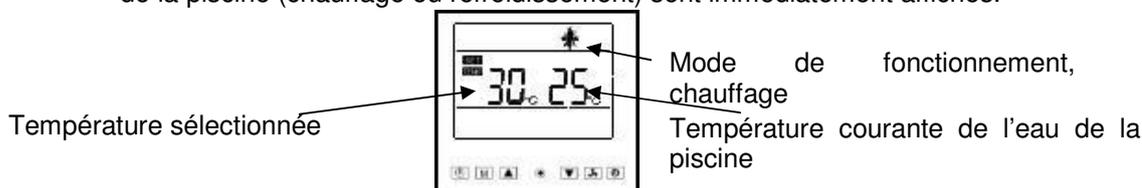
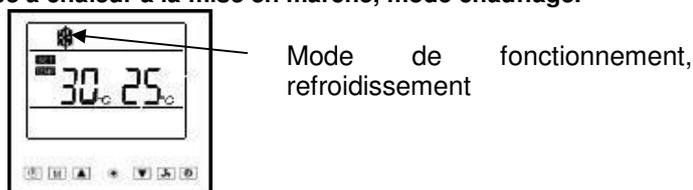

Figure 13: Afficheur de la pompe à chaleur à la mise en marche, mode chauffage.
Figure 14: Afficheur de la pompe à chaleur à la mise en marche, mode refroidissement.
Pour mettre la pompe à chaleur en marche, appuyer sur le bouton . La pompe se met en marche dans les 3 minutes qui suivent. Le dernier mode de fonctionnement choisi (chauffage ou refroidissement²⁰), voir Figure 13, Figure 14 et Paragraphe 5.2.13.8, la dernière température sélectionnée et la température courante de l'eau de la piscine (chauffage ou refroidissement) sont immédiatement affichés.
- Chauffage, le symbole  est affiché, voir Figure 13.
- Refroidissement, le symbole  est affiché, voir Figure 14.
Il est possible d'afficher la température relevée par chaque sonde en appuyant sur la touche  (s'il s'agit du modèle BP-xxWS-B (xx=35), appuyer sur la touche  pendant 3 secondes quand la pompe est en marche, voir Paragraphe 5.2.4. Pour afficher les températures relevées par les différentes sondes, appuyer sur la touche  (s'il s'agit du modèle BP-xxWS-B (xx=35), appuyer sur la touche ). La température relevée par la sonde est affichée pendant 10 secondes. Le fait de n'appuyer sur aucune touche ou d'appuyer sur la touche  permet de retourner aux informations habituelles, voir Figure 13 et Figure 14.